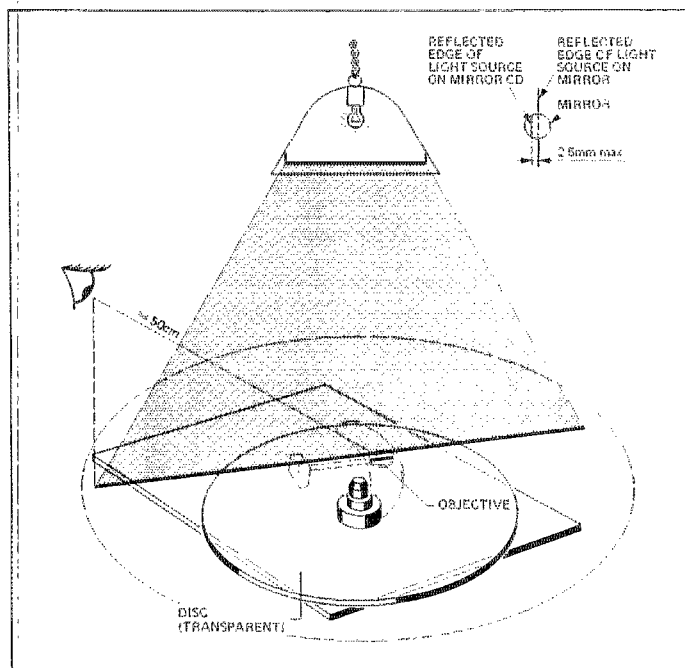
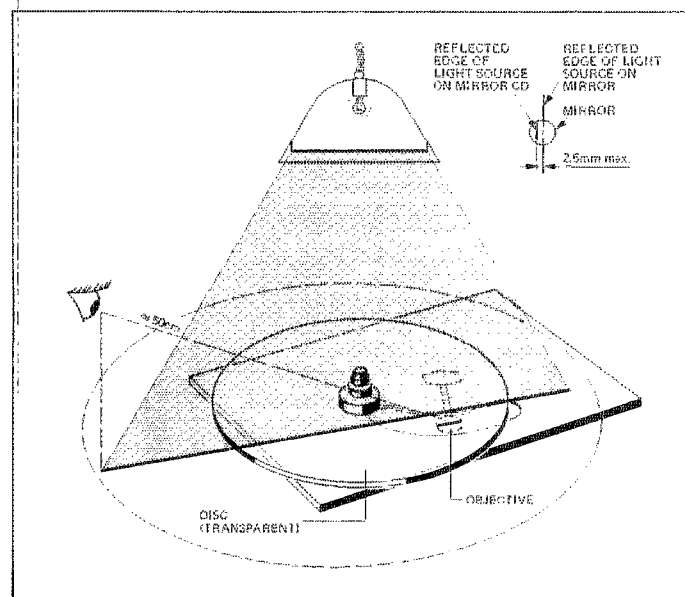

Fig. 4.13
Fig. 4.14
-> Fig. 4.13 / Fig. 4.14
- Beim Betrachten der beiden Schattenlinien auf der Glas-CD und auf dem Spiegel (Fig. 4.13) darf deren seitlicher Versatz nicht mehr als 2,5 mm betragen.
- Laufwerk so aufstellen, dass die Schattenlinie senkrecht zum Abtastarm, aber durchs Zentrum des Spiegels auf der Laser-Optik verläuft. (Fig. 4.14)